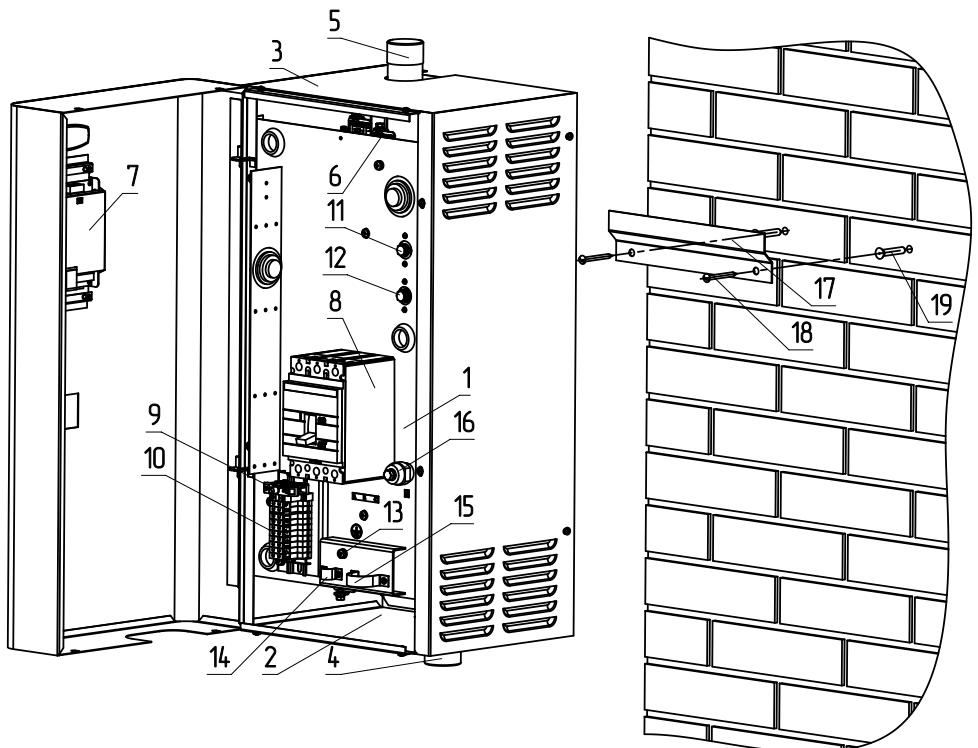
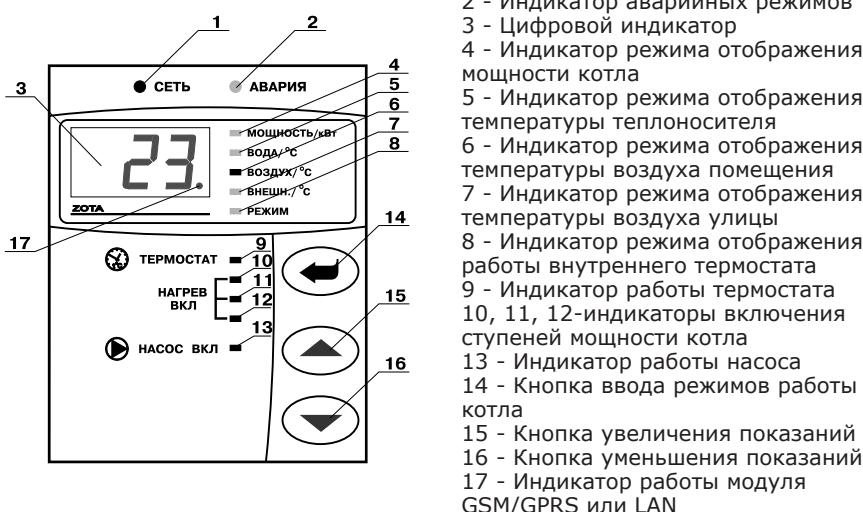
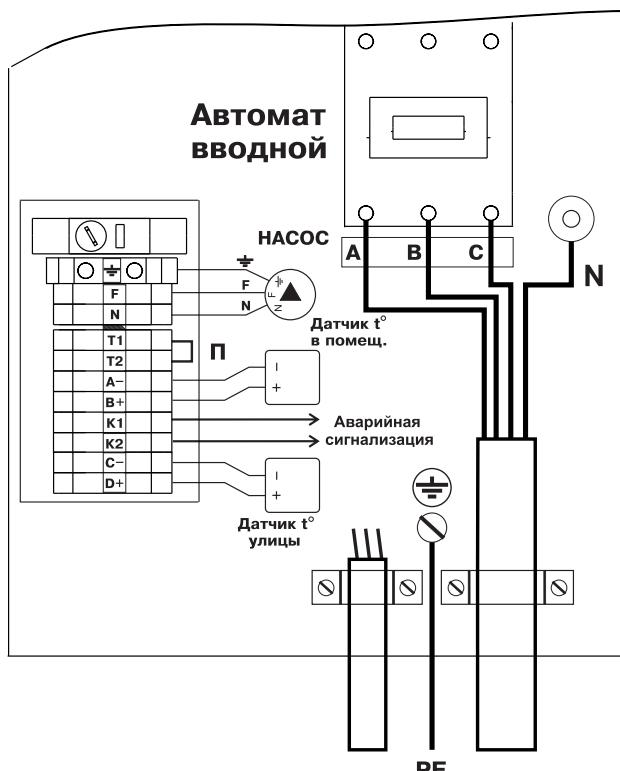

Рис.1 Конструкция котла и способ его крепления к стене
Рис.2 Расположение органов управления на передней панели
Рис.3 Схема подключения котла
5.1. Котел (Рис.1) состоит из корпуса (1) сварной конструкции с фланцами, патрубком входа теплоносителя (4) и патрубком выхода теплоносителя (5), имеющих резьбу G1 1/2-В. В верхней части корпуса установлены три блока нагревательных элементов (6), датчик температуры воды, датчик перегрева и датчик уровня воды. В нижней части корпуса установлены три блока нагревательных элементов. Корпус установлен на основании (2). Защитный кожух (3) выполнен из стального листа и служит для защиты обслуживающего персонала от ожогов и поражения электрическим током. Кожух подвешен на основании при помощи механизма, который позволяет не снимая кожух с котла, открывать и закрывать его в направлении, указанном на Рис.1. При необходимости кожух можно легко снять с основания.
- Закрепить кронштейн крепления на вертикальной поверхности в необходимом месте с помощью шурупов, входящих в комплект поставки и установить на него котел как показано на Рис.1;
- Открыть кожух (3) как показано на Рис.1, предварительно выкрутив четыре винта крепления кожуха;
- Подключить котел к трехфазной сети переменного тока 380 В, 50 Гц, для этого присоединить рабочий нулевой провод на клемму нейтраль (N) котла, фазные провода на клеммы А, В, С вводного автомата. Защитный нулевой провод (РЕ) подключить на болт «ЗАЗЕМЛЕНИЕ» см. Рис.3;
- Присоединить провода (F, N, заземление) от насоса к соответствующим контактам на клеммной колодке котла как показано на Рис.3. Мощность, потребляемая насосом не должна превышать 200 Вт;
- Для установки модуля GSM/GPRS или LAN необходимо снять блок управления (7) с кожуха котла (3), снять крышку с блока управления и установить на ее место крышку с платой модуля GSM/GPRS или LAN, предварительно подключив кабель к разъему XS4 на плате блока управления. Далее необходимо установить SIM-карту со снятым запросом PIN-кода в модуль GSM/GPRS или подключить сетевой кабель к модулю LAN, установить на место блок управления и присоединить кабель антенны к разъему модуля GSM/GPRS. Кабель от антенны модуля GSM/GPRS или сетевой кабель модуля LAN, необходимо пропустить в кабельный ввод (18);
- Закрыть кожух (3) как показано на Рис.1 и закрутить винты крепления.
7.7. С помощью кнопок, обозначенных символами \triangle и ∇ , можно изменять отображаемую на цифровом индикаторе информацию. При нажатии этих кнопок, на индикаторе последовательно отображаются текущие значения: максимальная мощность котла, температура теплоносителя, температура воздуха в помещении, температура воздуха на улице, режим работы внутреннего термостата. Каждое нажатие сопровождается коротким звуковым сигналом. При этом светятся индикаторы (4), (5), (6), (7), (8), Рис.2 соответственно, указывая на отображение текущей величины.
7.12. При нагреве теплоносителя выше 95°C срабатывает аварийная защита по температуре, загорается индикатор «АВАРИЯ» (2), Рис.2, отключается нагрев, и цифровой индикатор показывает код неисправности /Н-6/. При остывании теплоносителя примерно на 20°C нагрев снова включается.
7.13. Для защиты ТЭНов имеется датчик уровня воды, который срабатывает при понижении уровня теплоносителя в котле, при этом загорается индикатор «АВАРИЯ» (2) Рис.2, на цифровом индикаторе отображается надпись /Н-5/ и отключается нагрев.
7.14. Циркуляционный насос может работать в двух режимах работы: постоянном, без отключения и периодическом, с отключением насоса. При постоянной работе циркуляционного насоса горит индикатор (13), Рис.2, «НАСОС ВКЛ». Насос подключается через предохранитель (13), Рис.1 и при срабатывании предохранителя (например при коротком замыкании цепи насоса), питающее напряжение на насос не подается, индикатор (13) Рис.2 гаснет, на цифровом индикаторе загорается надпись /Н-4/ и отключается нагрев.
В случае работы насоса в периодическом режиме, отключение происходит после отключения всех ступеней нагрева и выдержки определенного времени. При этом необходимо чтобы температура теплоносителя опустилась ниже 70°C, если температура выше, насос работает постоянно до момента снижения температуры. Установить режим работы насоса можно в пользовательском меню (см. Прил.1, П16). При работающем насосе горит индикатор (13) Рис.2 «НАСОС ВКЛ», если насос отключается индикатор гаснет.
7.16. При подключении внешнего программируемого термостата к колодкам T₁, T₂ нагрев в котле включается, если контакты реле термостата замкнуты. При размыкании контактов, начинает периодически мигать индикатор «ТЕРМОСТАТ» (9), Рис.2, и нагрев всех ступеней отключается одновременно. Внешний термостат можно использовать как программируемый по времени таймер, который включает и отключает нагрев в определенное программой время. При этом датчик температуры воздуха помещения подключается к котлу и работает в обычном режиме. Если внешний термостат используется как таймер с регулировкой графика температуры в помещении по определенной программе, то датчик температуры воздуха в помещении (колодки A-, B+), необходимо отключить. При подключении внешнего термостата внутренний необходимо отключить для обеспечения корректной работы котла.